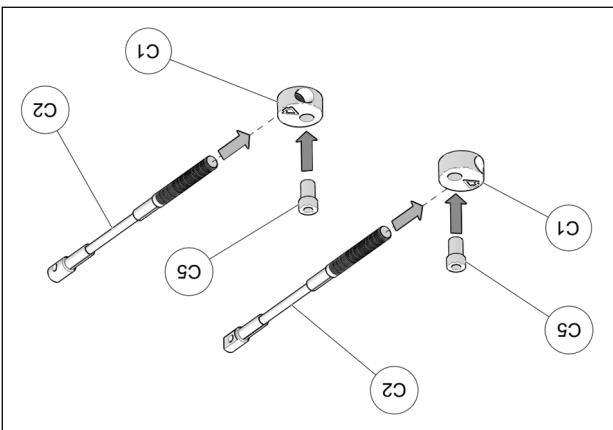

Fig. 18
10. Assembler les câbles des limiteurs de conduite (C2), les extrémités en aluminium (C1) et les bagues espacateurs (C5) tel que montré à la Fig. 18